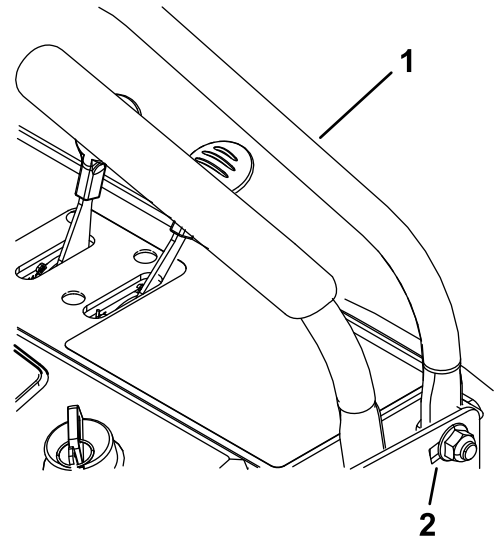

Figure 27
2. Desserrez les écrous de chaque côté du panneau de commande (Figure 27).